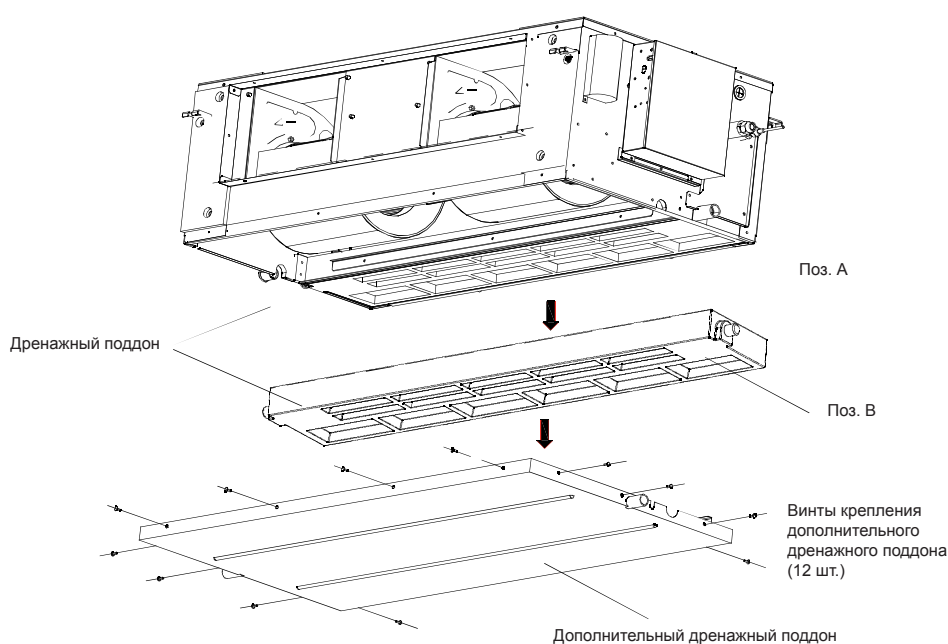

Рис. 4-16
2. Для демонтажа дополнительного дренажного поддона необходимо выкрутить 12 винтов, которыми он крепится к внутреннему блоку (см. рис. 4-16).
3. Дополнительный дренажный поддон выдвигается в направлении стрелки, указанной на рис. 4-16.